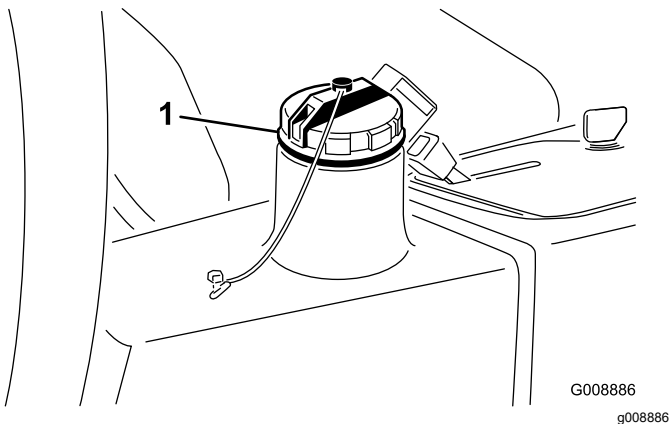

Figura 81
4. Riempite il serbatoio idraulico (Figura 81) con circa 13,2 litri di fluido idraulico; vedere Verifica dell'impianto idraulico \(pagina 26\).